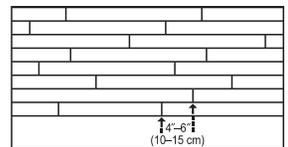

Figura 4
- Esté atento de escalar los extremos de los tableros al menos 4-6" (10-15 cm) en hileras contiguas, siempre que sea posible (Figura 4). Este patrón de escalar contribuirá a garantizar un aspecto general más favorable del piso.
- Verifique el ajuste adecuado entre todos los bordes y extremos de cada tabla. Las juntas terminales de hileras adyacentes se deben escalonar 4"-6" (10-15 cm) cuando sea posible para garantizar una apariencia general más favorable (Figura 4).